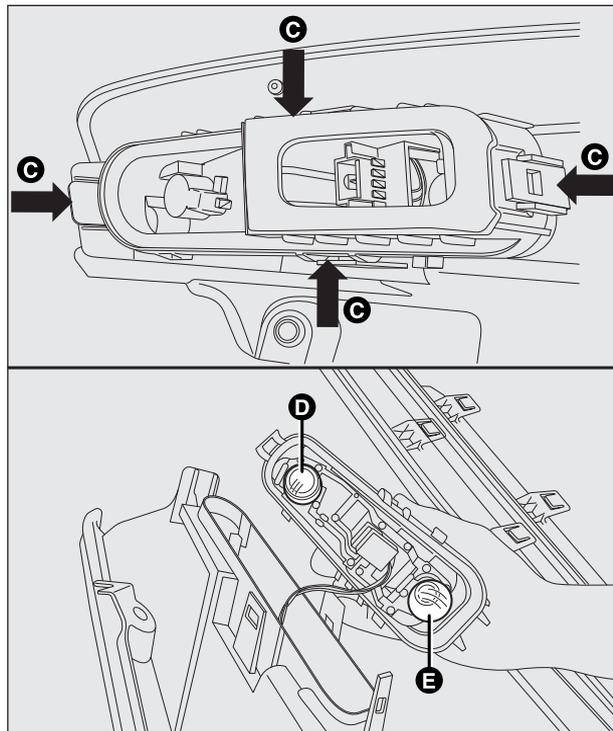

fig. 175
- décrocher la douille en agissant sur les fixations C-fig. 175 ;